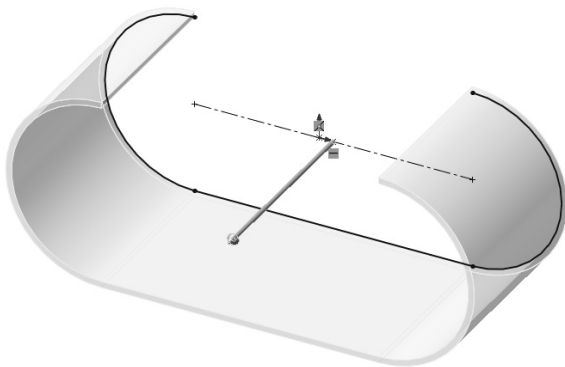

图 10-7 拉伸基体法兰草图
2) 绘制草图。在左侧的 FeatureManger 设计树中选择“前视基准面”作为绘图基准面，绘制草图，然后单击（退出草图）按钮，结果如图 10-7 所示。
在生成基体-法兰特征时,同时生成钣金特征,如图 10-7 所示。通过对钣金特征的编辑,可以设置钣金零件的参数。